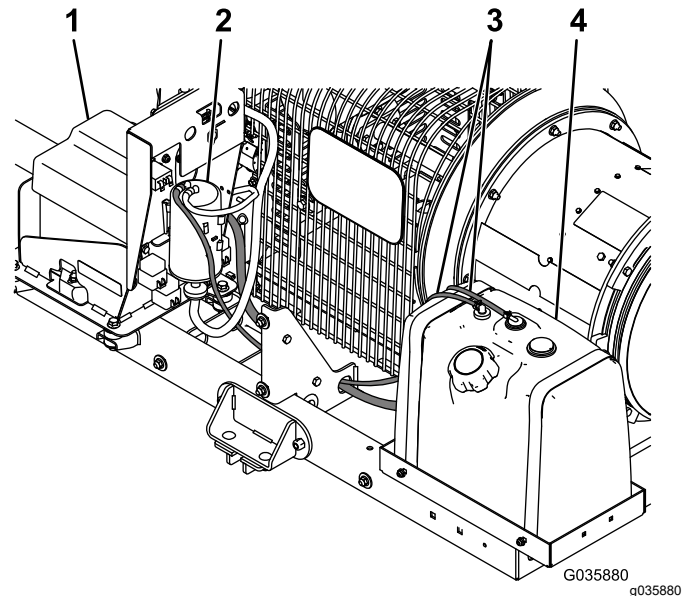

Figure 1
5. Débranchez les flexibles du réservoir de carburant de la machine et mettez-les au rebut (Figure 1).
6. Enlevez les fixations et les brides qui retiennent le réservoir de carburant sur la machine et mettez-les au rebut avec le réservoir (Figure 1).
7. Débranchez les flexibles restants du filtre à charbon actif (Figure 1).
8. Déposez le couvercle de la batterie et la batterie (Figure 1) ; voir le *Manuel de l'utilisateur*.
9. Déposez le filtre à charbon actif et mettez-le au rebut (Figure 1).